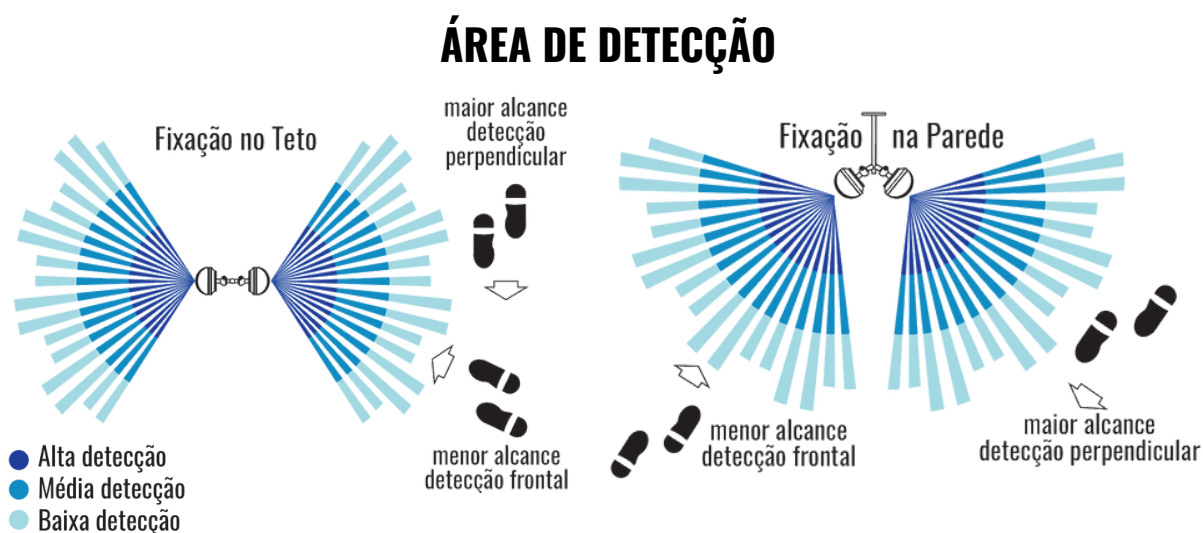

Figura 1
1. Determine o melhor local para a instalação do sensor com base na figura 1 (recomenda-se uma altura de 2 metros);